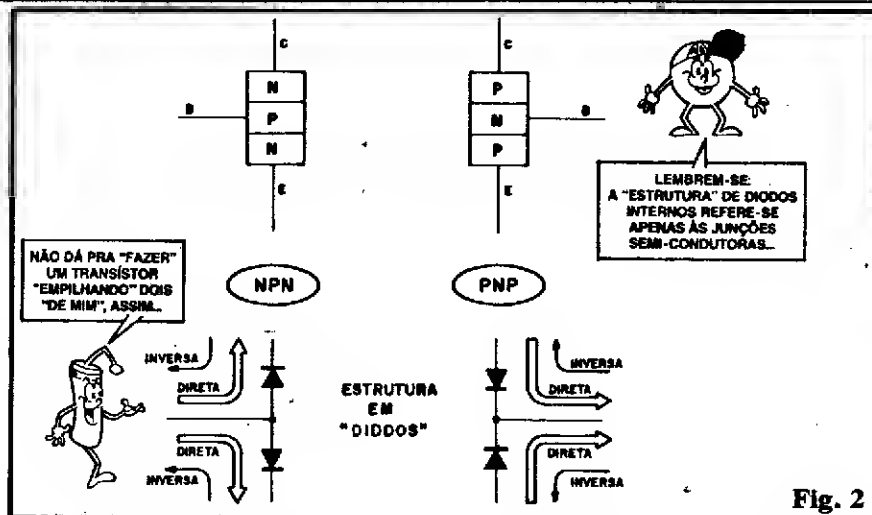

Fig. 2
- A cada "pedaço" do "sanduíche" está ligado um terminal metálico, externamente acessível. Esses três terminais têm NOME, e função específicas: EMISSOR (E), BASE (B) e COLETOR (C). A diferença principal que determina a denominação de COLETOR ou de EMISSOR para os pedaços de "pão do sanduíche" é que o primeiro (COLETOR) é **levemente dopado**, enquanto que o segundo (EMISSOR) é **altamente dopado**, ou seja: colocam-se menos impurezas determinadoras da polaridade no bloco semicondutor correspondente ao COLETOR, e mais no bloco de EMISSOR...
- **FIG. 2** - Analisando a estrutura interna dos transístores. Lembrando que um DIODO é forma-
do, estruturalmente, por uma simples junção semicondutora PN, não é difícil perceber que o “miolo” de um transistor comum forma, na verdade, **duas** junções PN (ou NP, que é a mesma coisa, apenas que em “sentido inverso”). Assim, (esquerda, na figura) um transistor NPN, em termo de estrutura das junções internas, **pode** ser comparado a dois DIODOS comuns, “empilhados”, anodo com anodo, enquanto que um PNP, também em termos de estrutura de junções (direita da figura) corresponde a dois DIODOS, “enfileirados” pelos catodos. É importante notar que, quanto às “facilidades ou dificuldades” oferecidas à passagem da corrente, as junções se comportam **mesmo** como DIODOS... Assim, sempre que colocarmos qualquer dos DIODOS “internos” de um transistor, em polarização **direta**, a corrente terá uma relativa liberdade de passagem, enquanto que, nas junções, inversamente polarizadas, a passagem da corrente será grandemente dificultada. No diagrama da fig. 2, as setas pretas e finas indicam o percurso “difi-